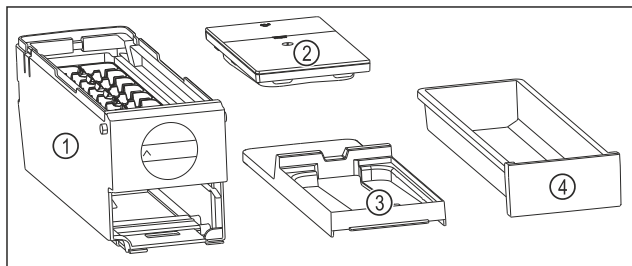

Fig. 98 Súčasti EasyTwist-Ice
- ▷ EasyTwist-Ice je rozložený na štyri časti. (pozri Fig. 98)
- Rozložte EasyTwist-Ice len na tie súčasti, ktoré sú na obrázku. (pozri Fig. 98)
- Korpus EasyTwist-Ice Fig. 98 (1) vyčistite ako celok.